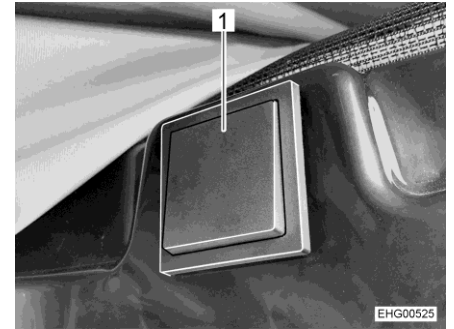

Fig. 69 Tasto per lo sblocco elettrico
Il tasto per lo sblocco elettrico (Fig. 69) è ubicato sul lato destro nella zona sopra la porta scorrevole.
- Premere per circa 2 secondi il tasto (Fig. 69,1).